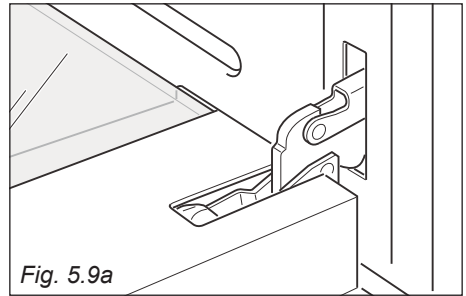

Fig. 5.9a
- Aprire completamente la porta del forno (fig. 5.9a).